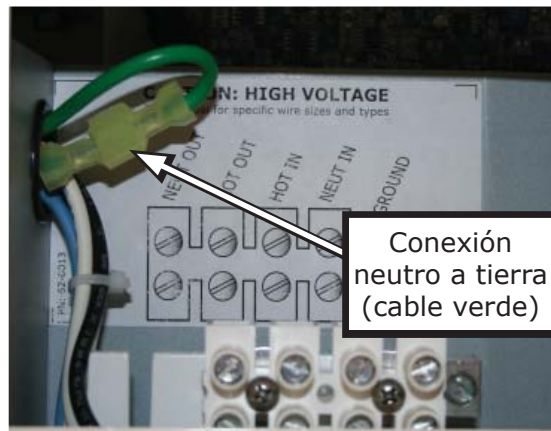

Ilustración 2-18, Desconexión de la conexión del neutro a tierra
2. Mire en el interior y localice el cable verde con el conector aislado en la parte superior del compartimiento de cableado AC, consulte la Ilustración 2-18. Este conector aislado conecta el neutro y la tierra en el interior del inversor.